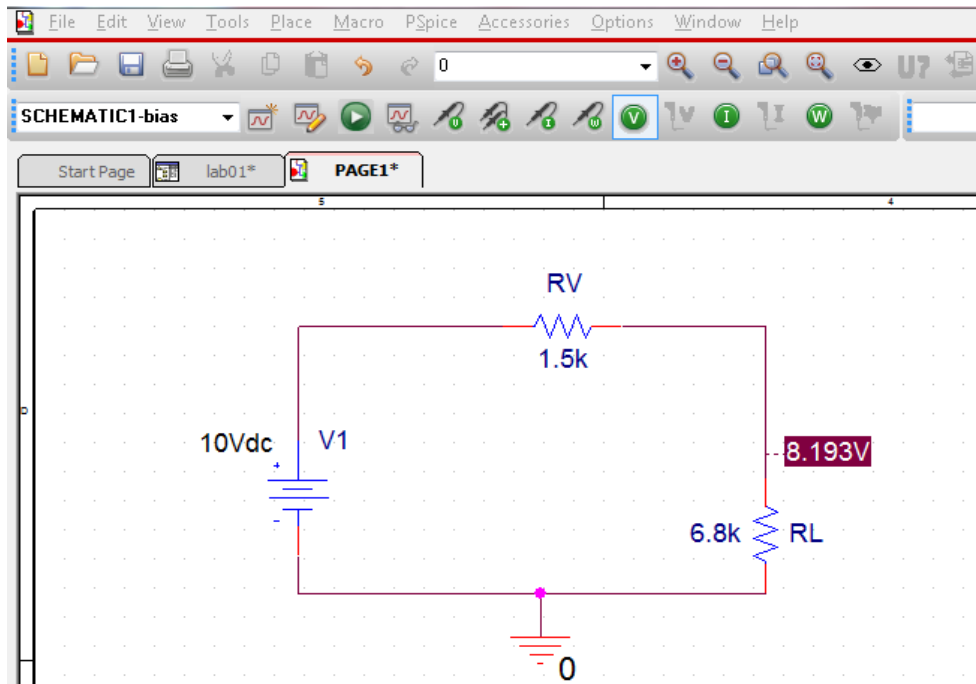

Рисунок 2.5 – Екран редактора *OrCAD Capture* з вказівкою потенціалу в місці з'єднання двох резисторів
4. Видаліть з креслення схеми непотрібні дані, щоб ваш екран мав вигляд, як це показано на рис. 2.5.